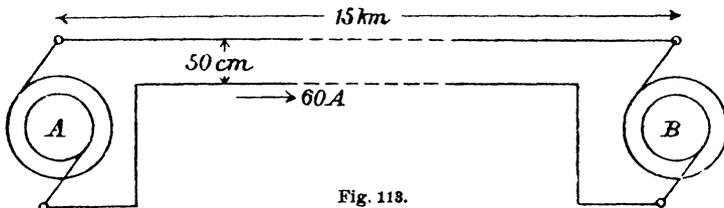

Fig. 118.
256. Am Orte A wird Wechselstrom erzeugt, der nach dem 15 [20] (40) km entfernten Orte B durch zwei parallele, 8 [10] (7) mm dicke, 50 [50] (75) cm voneinander entfernte Kupferdrähte geleitet wird, um dort Motoren zu treiben, welche 60 [65] (40) A bei 3000 [5000] (15000) Volt Klemmenspannung und 50 [60] (42) Perioden verbrauchen. In den Motoren ist der Strom gegen die zugehörige Klemmenspannung um einen Winkel  $\varphi_2$  verschoben, der durch die Gleichung  $\cos \varphi_2 = 0,8$  bestimmt ist. (Fig. 118.)